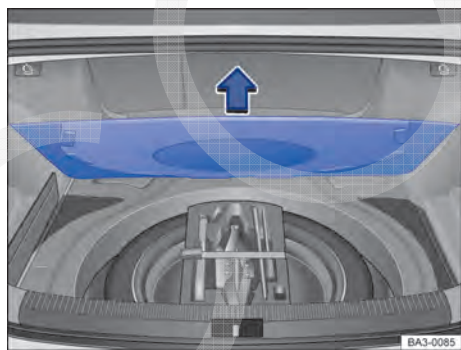

Fig. 205 No compartimento de bagagens sob o revestimento do assoalho: roda sobressalente e ferramentas do veículo.
- Levantar o revestimento do assoalho ⇒ Fig. 205 (seta) e, se for necessário, retirá-lo.